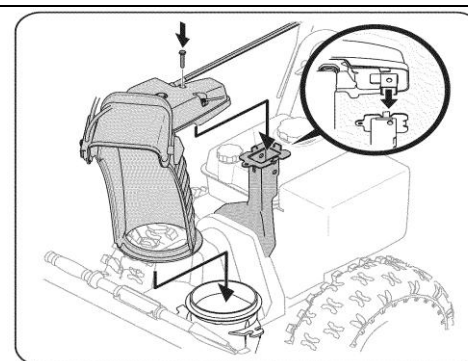

Рис.4
4. Установите желоб на основание и заведите шестигранным концом тягу управления желобом под панель управления. Установите шестигранный болт, снятый на предыдущих шагах, но не фиксируйте барашковой гайкой. (См. Рис. 4).